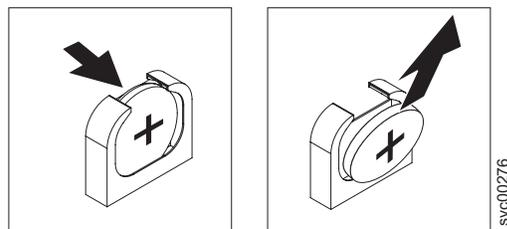

図 134. SAN ポリウム・コントローラー 2145-CF8 CMOS バッテリー・ホルダー
8. 図 134に示すように、CMOS バッテリーを取り外します。